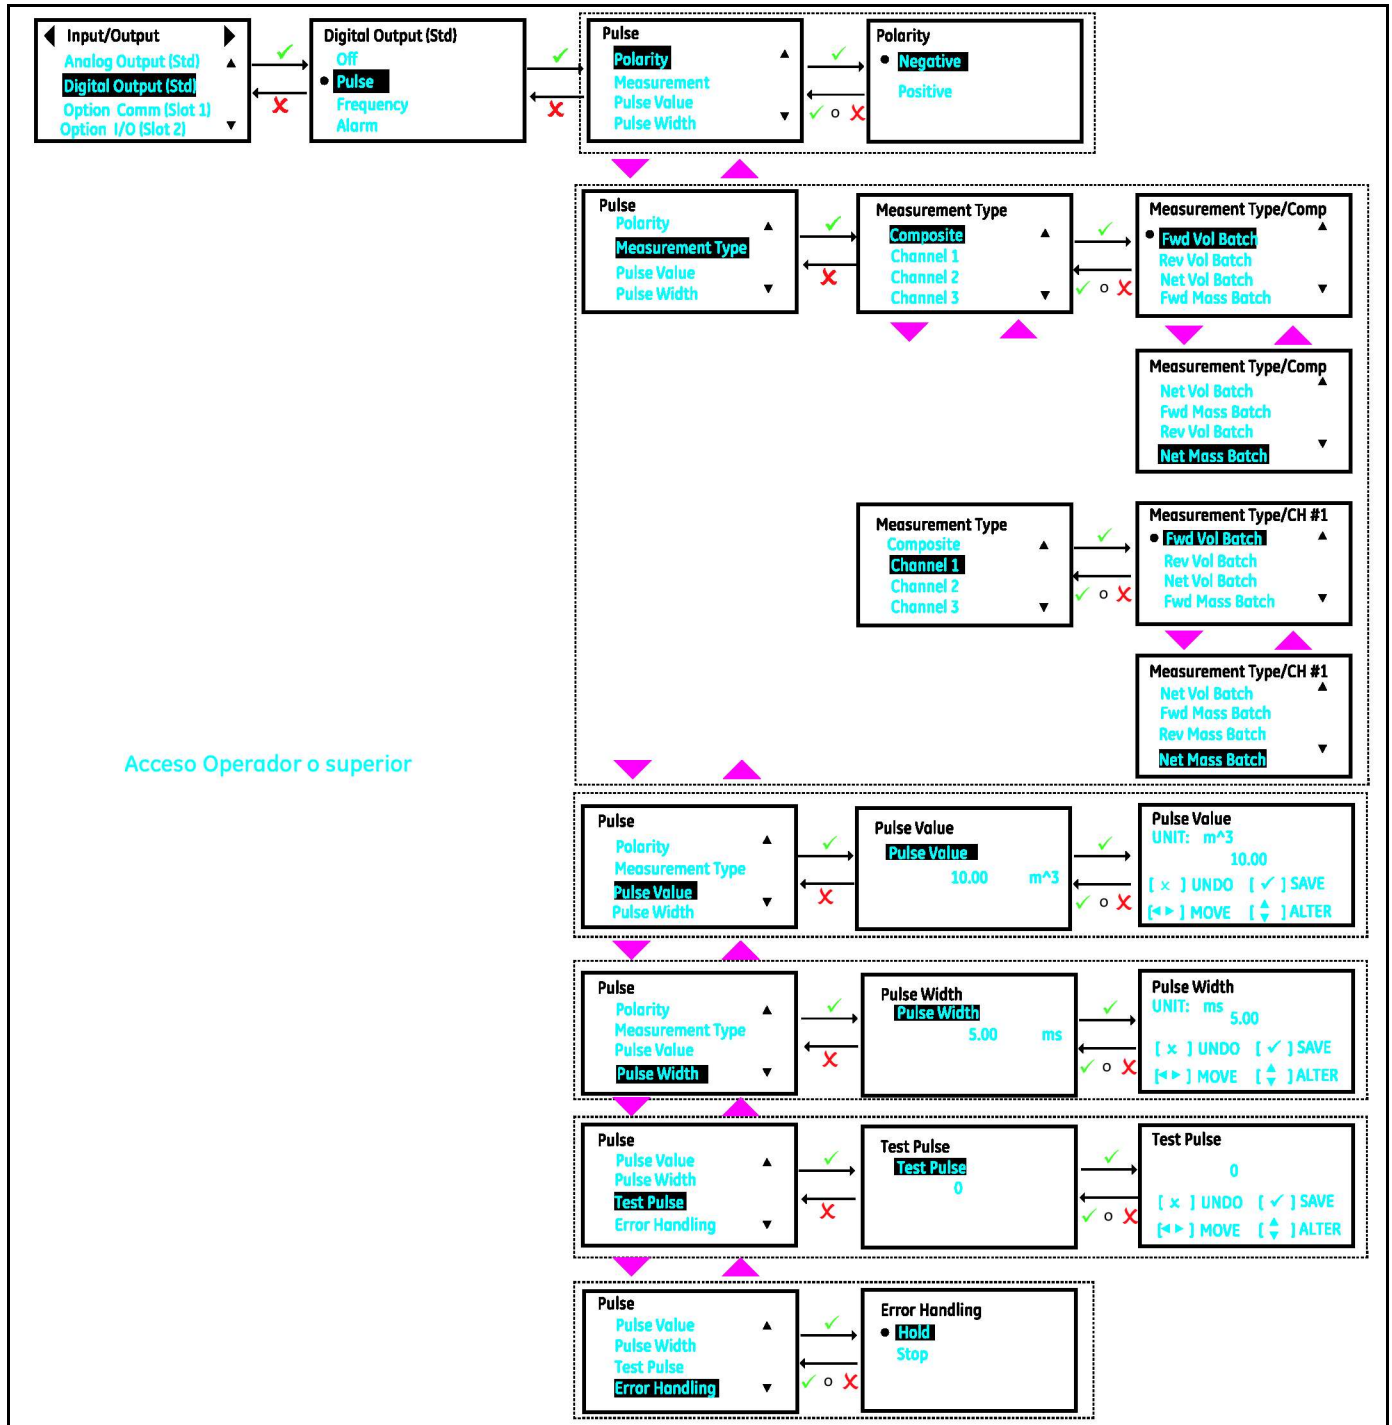

Figura 58: Configurar la salida de pulsos
2. Configure las opciones [**Polarity**] (**Polaridad**), [**Measurement**] (**Medición**), [**Pulse Value**] (**Valor de pulso**), [**Pulse width**] (**Amplitud de pulso**) y [**Error Handling**] (**Gestión de errores**) conforme a sus necesidades. La Figura 58 muestra las opciones disponibles. Consulte también la Tabla 6 para comprender cada una de las opciones.